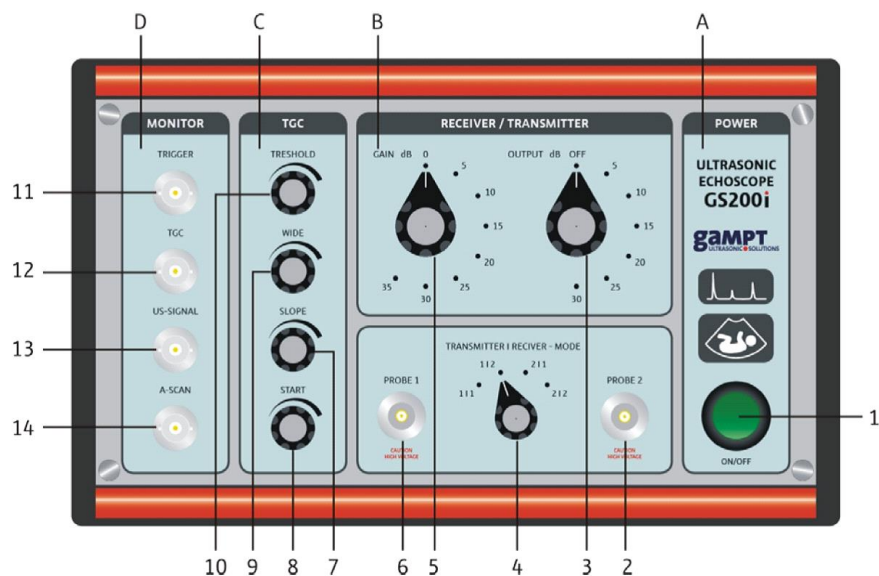

Рисунок 4. Передняя панель эхоскопа GS200
- подключить датчик 1 МГц (синий) в разъем «Probe1» и датчик 2 МГц (красный) в разъем «Probe2» (см. рисунок 4). При этом выставить режим работы передатчика и приемника «Transmitter/Receiver - Mode»: 1|1 (reflection) – отражение;
- добиться формы сигнала TGC, как показано на рисунках 5-6 (настроить временное усиление), с помощью ручек 7-10 блока С (рис. 4) при положениях переключателей блока передатчика и приемника эхоскопа GS200 «Receiver/Transmitter» (блок В, переключатели 3 и 5, рис. 4): «Gain» – 10, «Output» – 10. При необходимости настройка величины сигнала происходит путем изменения «Gain» и «Output» в зависимости от образца (макета).
- Сменить режим переключателем 4 (см. рисунок 4) «Mode» на 2|2 и повторить вышеизложенное для датчика 2 МГц (красный).